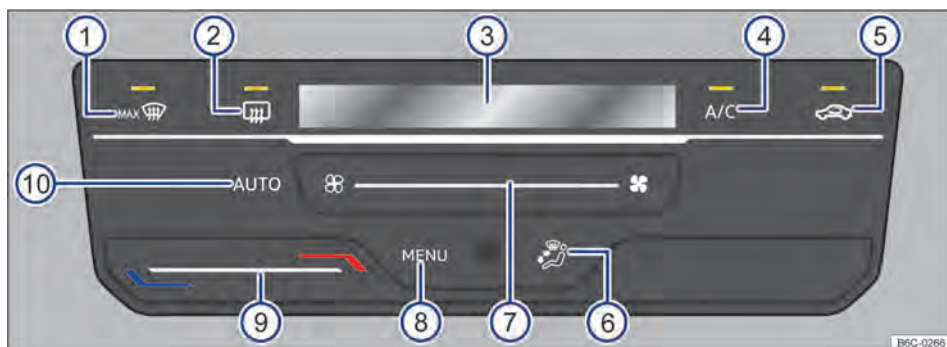

Fig. 83 Comandos do Climatronic.
- *Climatronic*: deslizar o dedo para a esquerda sob a superfície de função → Fig. 83 ⑦, depois pressionar o botão ⑨ da extremidade esquerda.
Ao tocar na superfície de função **AUTO** → Fig. 83 ⑩ é possível ligar o modo automático do Climatronic.
O modo automático garante temperaturas constantes no interior do veículo. A temperatura do ar, o volume de ar e a distribuição de ar são regulados automaticamente. O funcionamento automático se desliga quando a ventilação é alterada manualmente → Fig. 83 ⑦ ou com a alteração da distribuição de ar através da superfície de função → Fig. 83 ⑥.
- *Climatronic*: tocar na superfície de função **A/C** → Fig. 83 ④ para ligar e desligar o funcionamento da refrigeração.
- *Climatronic*: deslizar o dedo sob a superfície de função → Fig. 83 ⑨.
No display do Climatronic → Fig. 83 ③ é indicada a temperatura ajustada.
- *Climatronic*: deslizar o dedo sob a superfície de função → Fig. 83 ⑦.
- *Climatronic*: tocar na superfície de função ⑥ → Fig. 83 ⑤.
- *Climatronic*: tocar na superfície de função → Fig. 83 ⑥ para posição desejada, a distribuição selecionada será indicada no display ③.
– **Climatronic:** tocar na superfície de função  → Fig. 83 ①.
– **Climatronic:** tocar na superfície de função  → Fig. 83 ②.
Para veículos com VW Play, pressionar **MENU** → Fig. 83 ⑧ para abrir o menu do ar-condicionado no rádio.